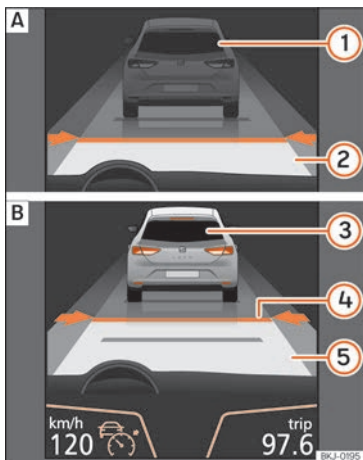

Fig. 234 En la pantalla del cuadro de instrumentos: (A) ACC inactivo (Standby). (B) ACC activo.
Indicaciones en la pantalla »» fig. 234:
trumentos se ilumina el testigo de control verde (☺) y en la pantalla se muestra la velocidad programada y el estado del ACC »» fig. 234.
La velocidad programada puede modificarse con el vehículo detenido o durante la conducción según se desee. Cualquier modificación en la velocidad programada se visualizará en la parte inferior izquierda de la pantalla del cuadro de instrumentos » » fig. 234.
- Para activar el ACC, con la tercera palanca situada en la posición ① se debe pulsar la tecla **SET** o se debe desplazar la tercera palanca del ACC hasta la posición ② » » fig. 236. En ese momento la imagen del ACC en la pantalla del cuadro de instrumentos pasará a modo **Activo** » » fig. 234.